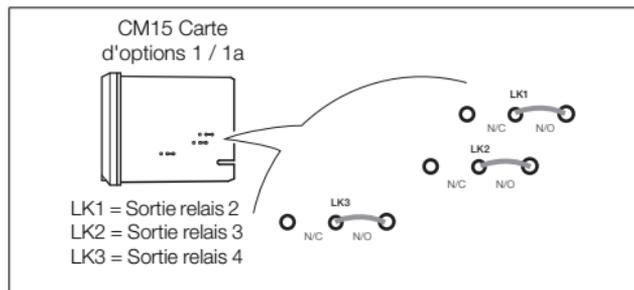

Fig. 4.11 Liaisons de cavalier pour sorties de relais -
1. Les liaisons associées aux sorties de relais sont représentées à la Fig. 4.11.